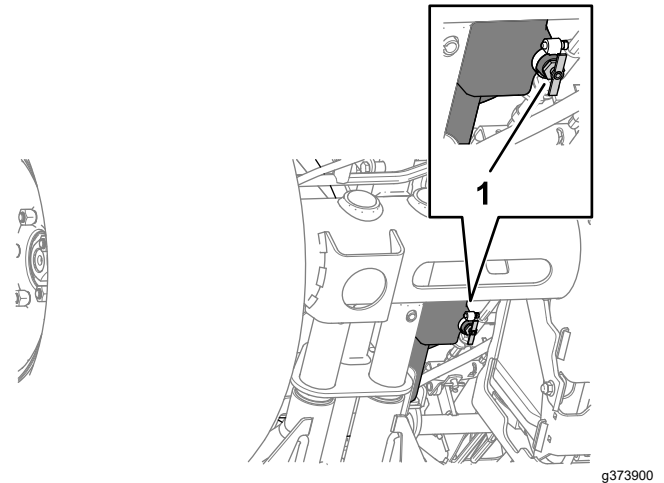

Figura 89
2. Coloque un recipiente de vaciado debajo de la válvula de vaciado del depósito de combustible (Figura 89).